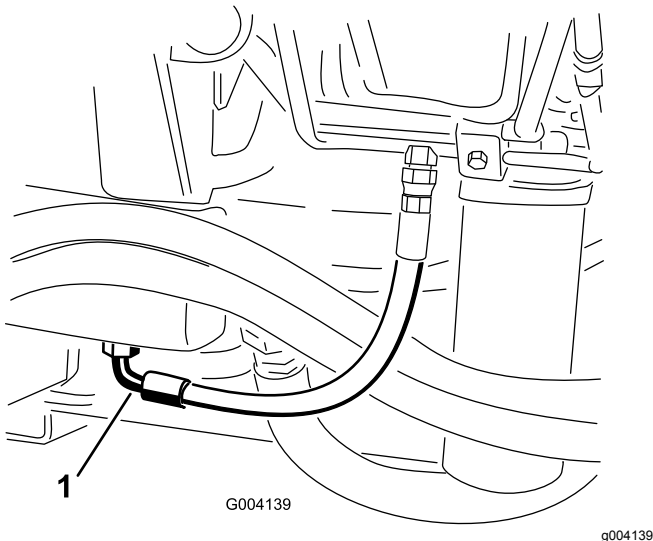

Figura 56
2. Collocate una bacinella di grandi dimensioni sotto il raccordo previsto sulla base del serbatoio del fluido idraulico (Figura 56).